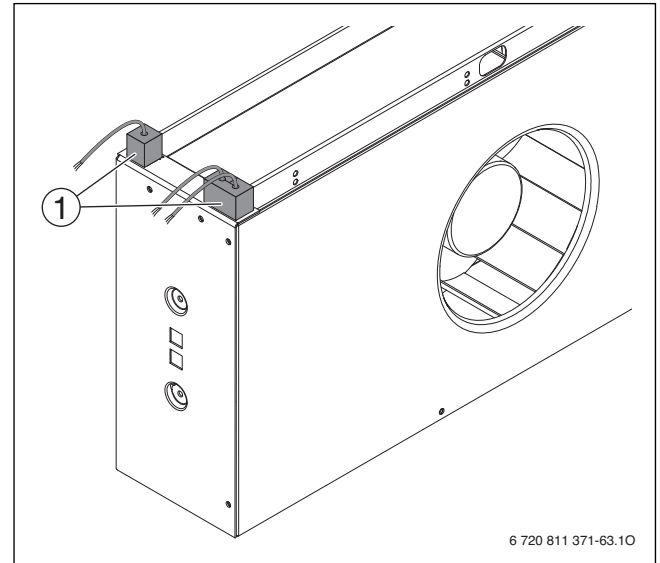

Bild 21
- ▶ Das Kabel des Gebläsemotors am **linken** Gebläse mit dem freien Stecker am Bauteil unter der Platine verbinden, das mit J6 (Fan 1) verbunden ist (→ Bild 21).